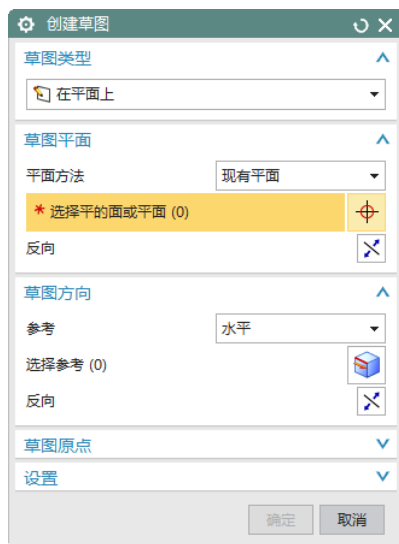

图 10-4 “创建草图”对话框
(2) 在“突出块”对话框中的“类型”下拉列表框中选择“基本”，单击“截面”列表框中的“绘制截面”按钮，打开如图 10-4 所示的“创建草图”对话框。